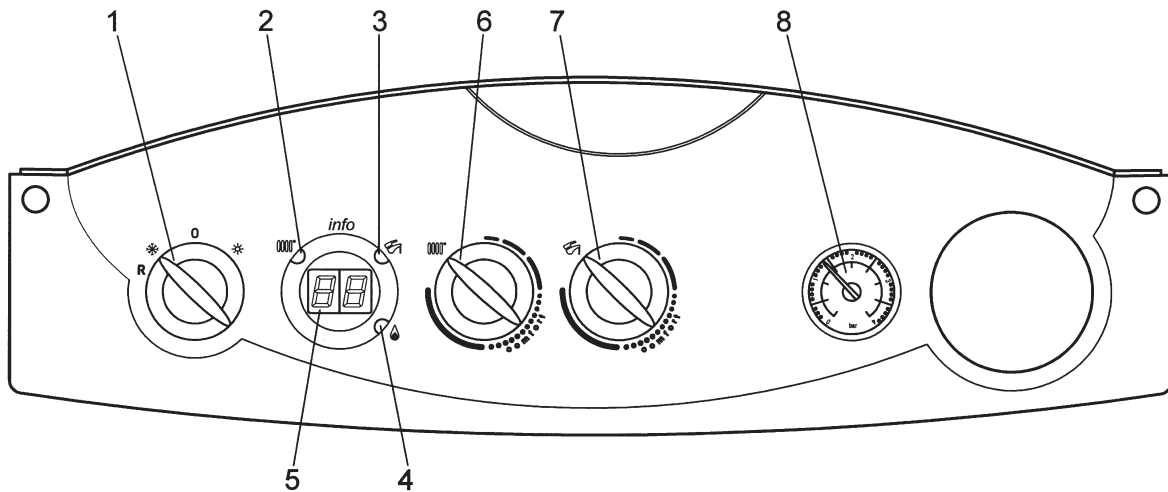
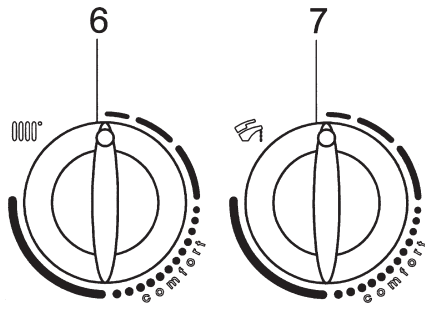
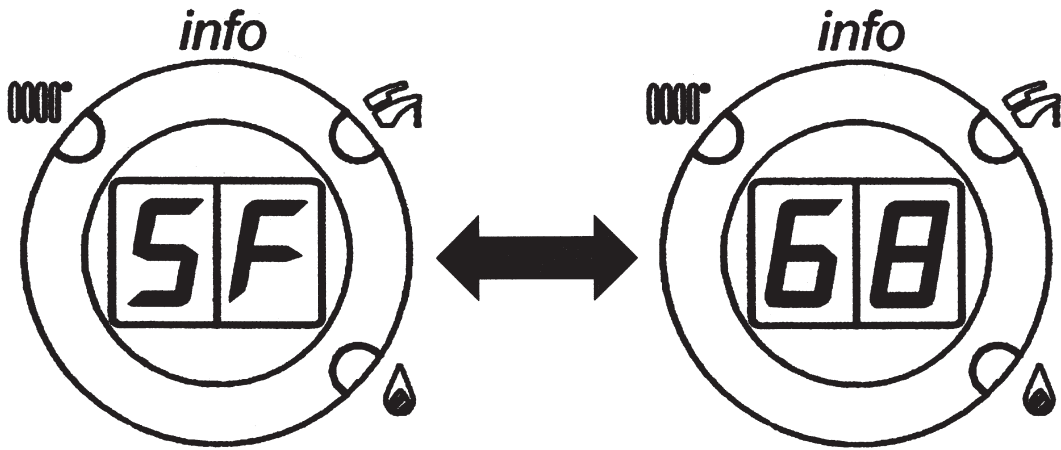

Fig. 25
Fig. 27A
Fig. 28
To permit the boiler to handle requests from individual zones, turn the Summer/Winter selector (1 - figure 25) on the boiler's front panel to Winter (❄️) position.
Set the desired temperature with knob 6, figure 25, directly on the boiler control panel.
Pour le fonctionnement de la chaudière, en cas de demande séparée de la part des différentes zones, il est nécessaire de mettre le sélecteur Été/Hiver (1 - figure 25) qui se trouve sur le panneau de commande de la chaudière sur la position Hiver (❄️).
Choisir la température de chauffage directement sur le panneau de commande de la chaudière en tournant le bouton 6, figure 25.
Use the central heating temperature control knob (6 - figure 25) on the boiler's control panel to set central heating output temperature to the various zones.
Programmer la température de refoulement prévue pour chaque zone en utilisant le bouton de réglage de la température du circuit de chauffage qui se trouve sur le panneau de commande de la chaudière (6 - figure 25).
#### 5.4 INITIAL LIGHTING - Refer to Fig. 25
#### 5.4 PREMIER ALLUMAGE - Référez-vous à la Fig. 25
- 1) Turn the control knobs 6 and 7 (figure 25) fully anti-clockwise to their minimum positions as shown in figure 27A.
**Note: LEDs 2 and 3 (figure 25) flash alternately and the display alternates the message “SF” and the boiler output temperature about every five seconds (figure 28).**
- 4) Calibration mode remains active for 20 minutes. To exit “calibration mode” before this time simply turn control knob 7 (figure 25).
- 1) tourner les boutons 6 et 7 (figure 25) dans le sens inverse des aiguilles d'une montre en les mettant sur la valeur minimum, comme le montre la figure 27A;
**Remarque : les Led 2 et 3 (figure 25) clignotent une après l'autre et l'afficheur visualise le message “SF” qui s'alterne, par intervalles de 5 secondes, à la valeur de température de départ de la chaudière (figure 28).**
- 4) Cette fonction reste disponible pendant 20 minutes. Il est possible de l'interrompre à l'avance en tournant le bouton 7 (figure 25).